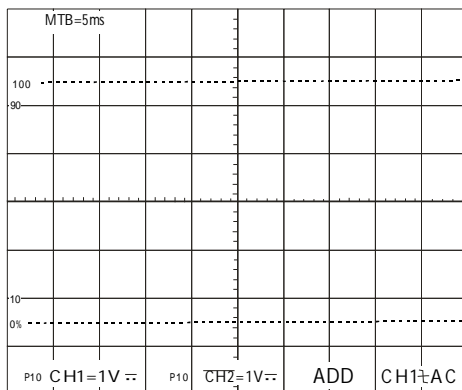

图5-4 显示 2
9. 以下图5-4 显示出符合要求的波形。显示出在中央刻度上的平坦波形，确认了频道平衡和ADD 抵补的功能。